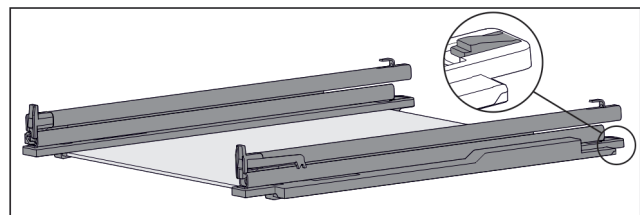

Fig. 110 Placă de sticlă cu șine și piese de fixare
- ▶ Apăsați în jos piesa de fixare din spate (vezi Fig. 110) și, în același timp, împingeți șina înapoi.